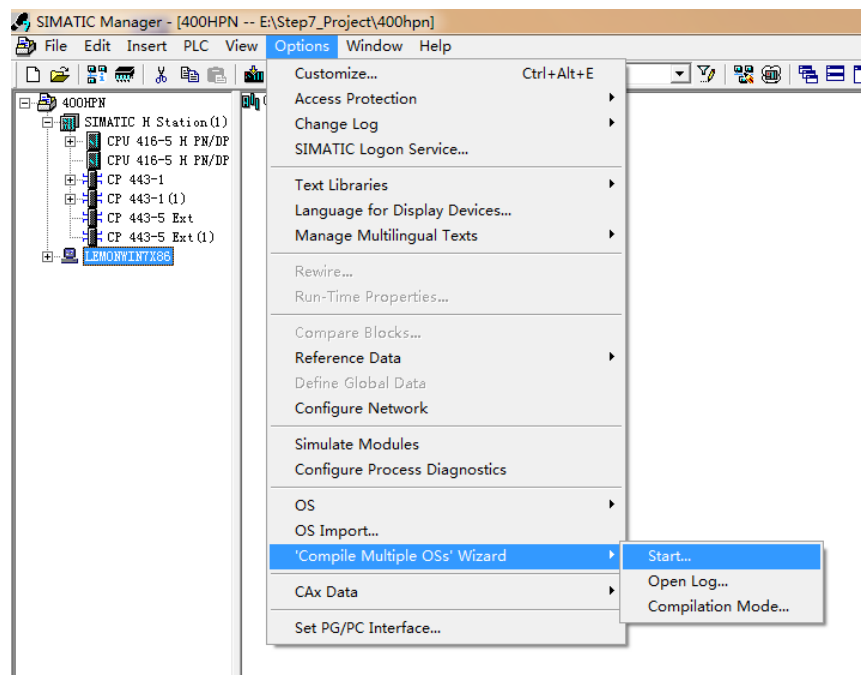

图 11
(C) 选择 Options-'Compile Multiple OSs' Wizard-Start，执行 AS-OS 编译，如图 11 所示。